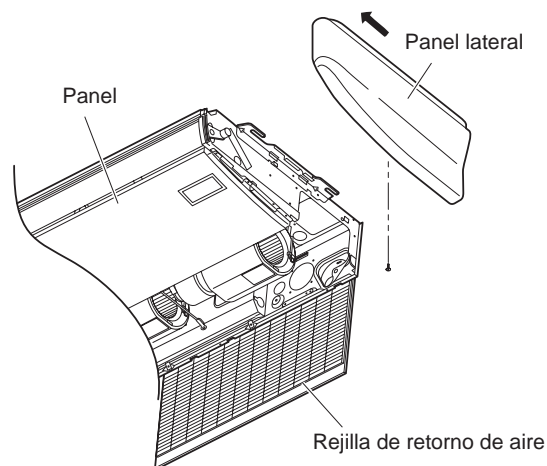

Fig. 11-7
1. Para desmontar el panel lateral, abra la rejilla de retorno y quite el tornillo. Luego retire el panel lateral desplazándolo hacia adelante (sentido de la flecha). (Fig. 11-7)